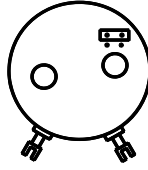

Abb.8: „80°-170°“
- Jumper oben quer für Meßbereich zwischen 80° und 170° (Abb.8)